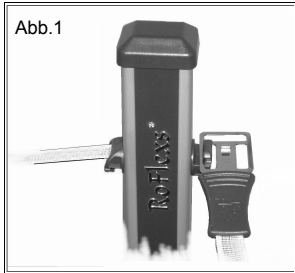

Abb.1
2. Einhänger der Bänder des zweiten Pfostens in die freien Umlenker des Ersten im **rechten Winkel**, oder bei mehr als 4 Pfosten gerade einhängen (siehe Abb. 1 und 3).